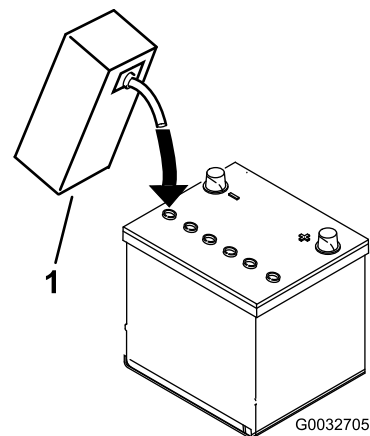

Figura 6
3. Riempite con cautela ciascun elemento di elettrolito finché le piastre non sono coperte con circa 6 mm di fluido (Figura 6).
4. Attendete circa 20 o 30 minuti perché le piastre assorbano l'elettrolito. All'occorrenza rabboccate finché l'elettrolito non è a circa 6 mm dalla base della tazza di riempimento (Figura 6).